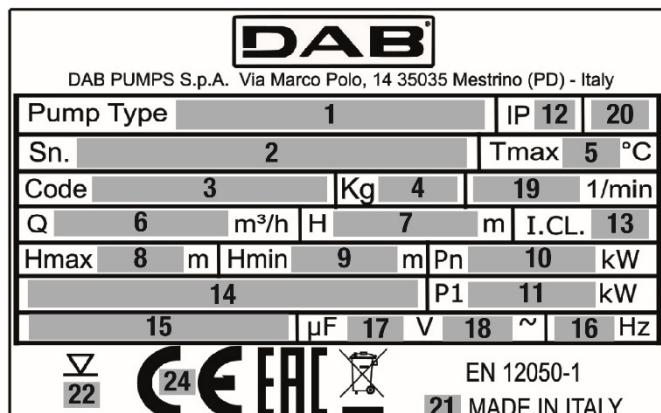

Fig. 1 Typskytt
**För mobila installationer rekommenderas det att använda en underlagsskivesats (fig. 1) för att förhindra att pumpen sjunker ned i marken p.g.a. sugeffekten. Förbered helst ett stabilt stödplan.**